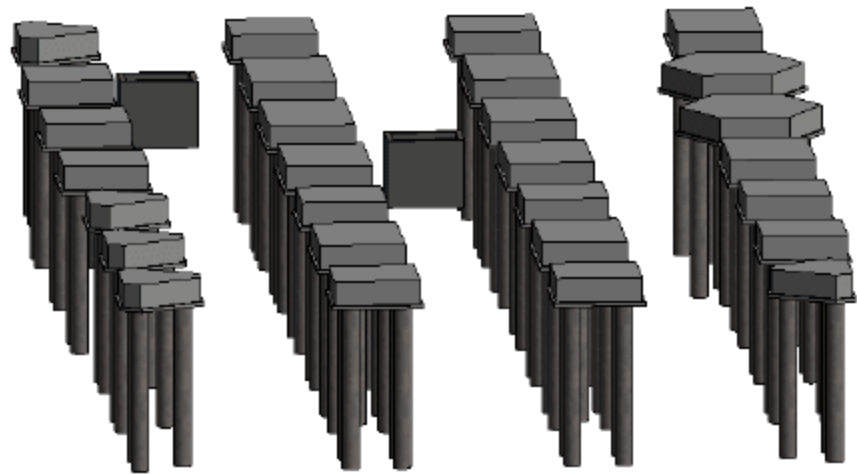

图 3.1.2 确认项目信息
(2) 确认项目信息。选择“视图”→“三维视图”→“默认三维视图”命令，进入如图 3.1.2 所示的三维界面，观察并确认信息。